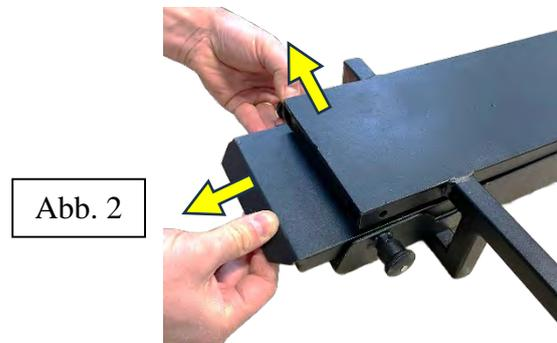

Abb. 2
8. Halten Sie die linke Seite nach außen gezogen und ziehen Sie gleichzeitig die Schiene heraus (Abb. 2).